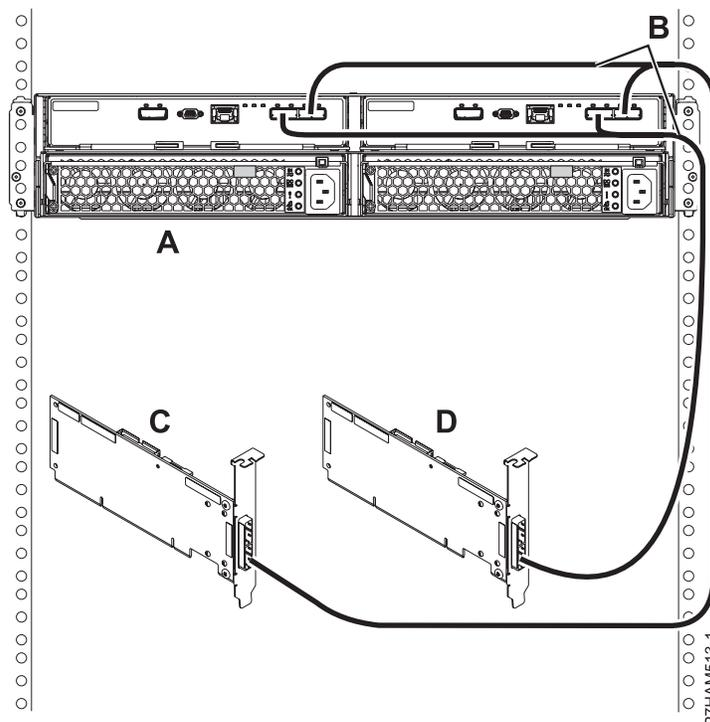

Figure 41. Mode 2 de connexion d'un boîtier d'unité de disque 58/87 via des câbles YO à deux adaptateurs SAS indépendants
15. Effectuez la connexion de mode 2 d'un boîtier d'unité de disque 58/87 (A) via des câbles YO (B) aux deux adaptateurs SAS indépendants, comme illustré dans la figure 41.
- L'adaptateur SAS indépendant 1 (C) n'a pas accès à l'autre adaptateur indépendant et accède uniquement aux baies d'unité D1 à D12.
- L'adaptateur SAS indépendant 2 (D) n'a pas accès à l'autre adaptateur indépendant et accède uniquement aux baies d'unité D13 à D24.